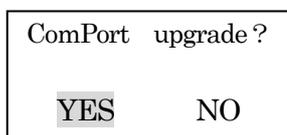

図3 アップグレード可否選択画面
- ④ PCとの接続後、電源を入れると、下記図3の様に「ComPort upgrade? YES NO」と表示されるので「YES」が選択されていることを確認して、電源ボタンを押して下さい。